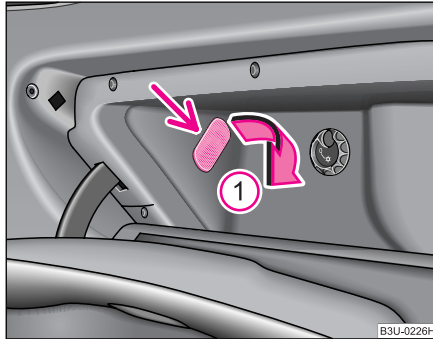

Fig. 195 Torpedoul:
- Introduceți vârful unei mici șurubelnițe în fanta de lângă lampă ♥ fig. 195 și scoateți lampa cu atenție în sensul săgeții ①.